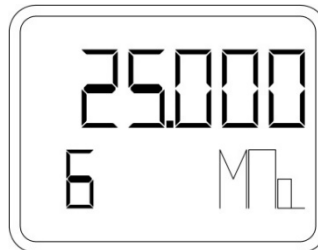

Рисунок 24 – Установка верхнего предела измерения без подачи опорного давления
- При помощи кнопки «S» зайти в пункт меню 6 (рисунок 24).